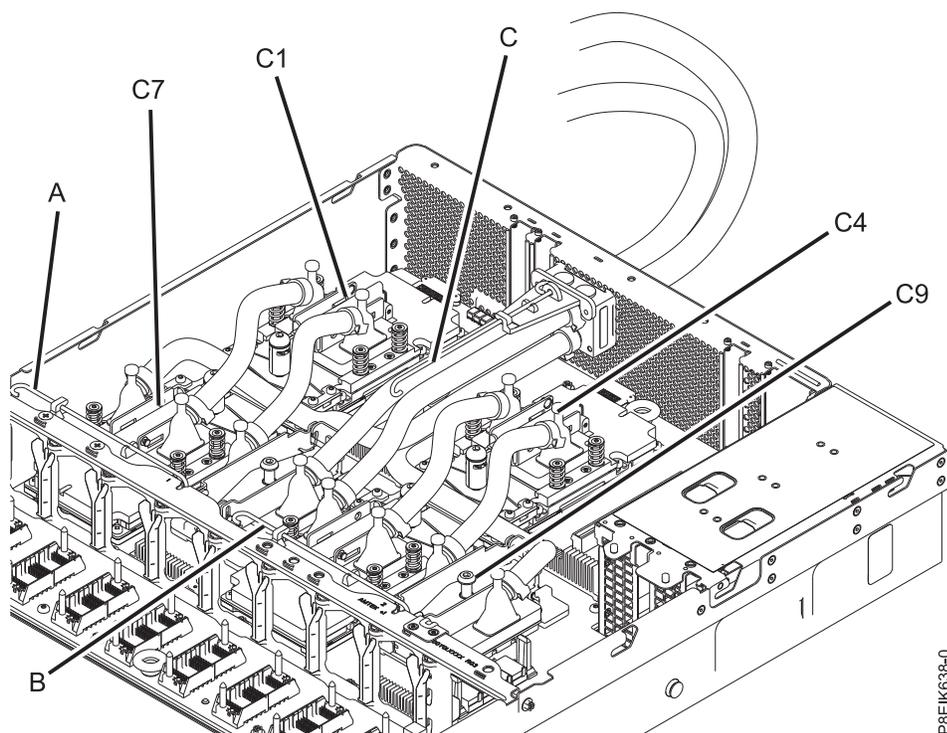

図 77. 冷却プレート保守クリップ
3. 取り外す GPU の冷却プレートを取り外します。図 77 を参照してください。
- 位置 C1 の冷却プレートの場合は、保守フック (A) を使用します。
- 位置 C4 の冷却プレートの場合は、保守フック (B) を使用します。
- 位置 C7 および C9 の冷却プレートの場合は、保守フック (C) を使用します。